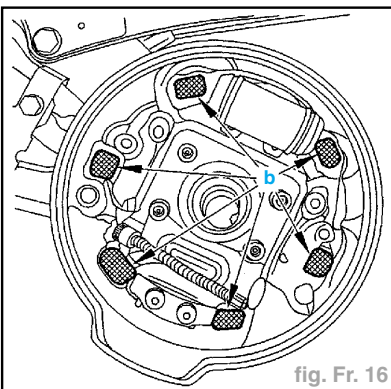

fig. Fr. 16
- Graisser légèrement les 6 points d'appui "b" des segments de frein sur le plateau de frein (fig. Fr. 16).